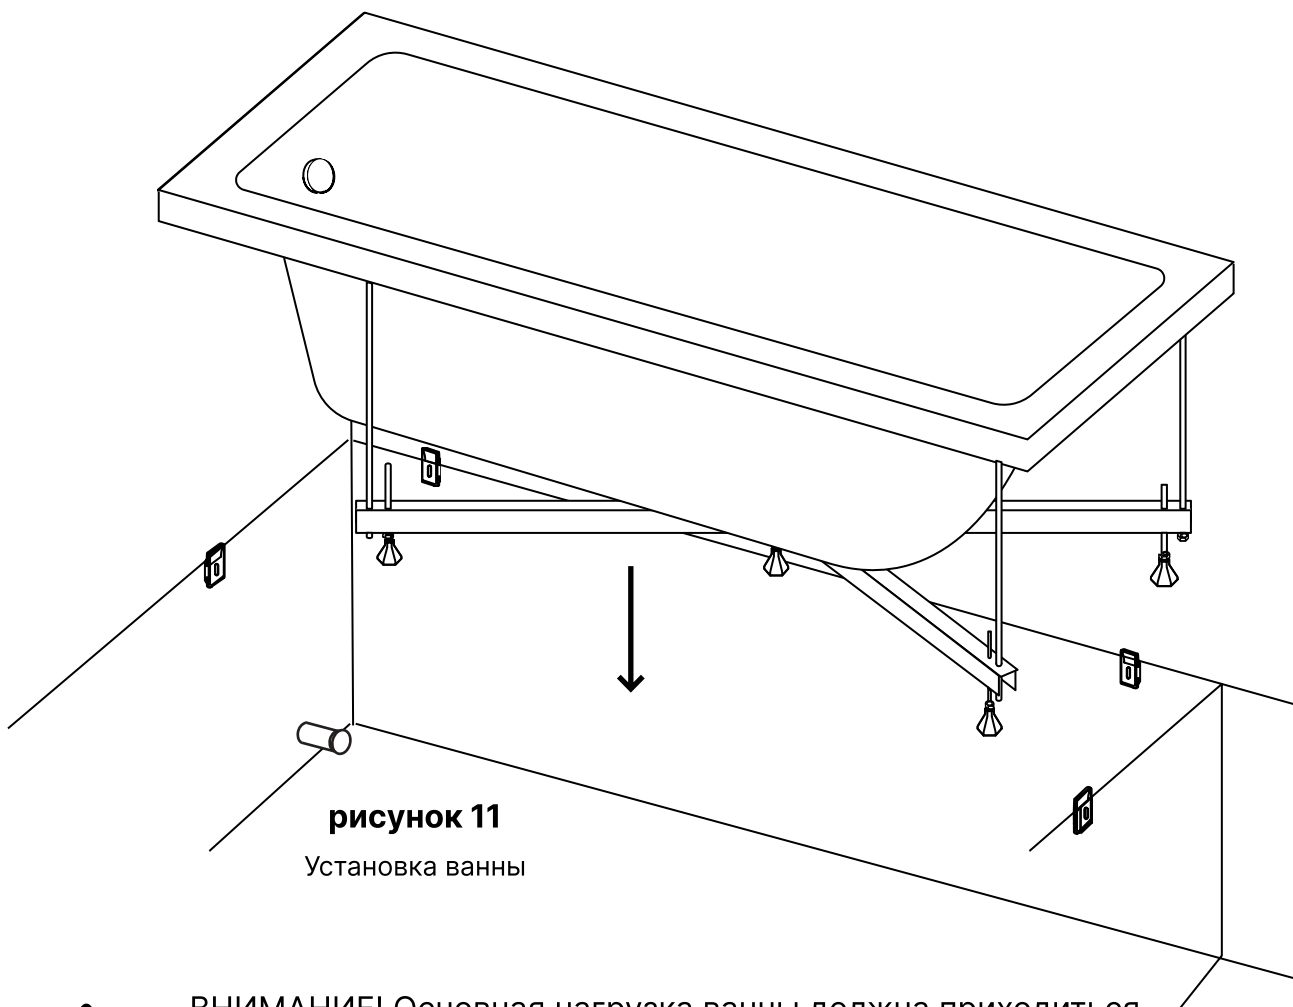

рисунок 11
6.5. Поднимите ванну, вставьте вертикальные борта ванны в фиксаторы на стене. Убедившись в устойчивости конструкции и проверки плотного прилегания всех ножек к полу, произведите затяжку саморезов фиксатора - *рисунок 11*.